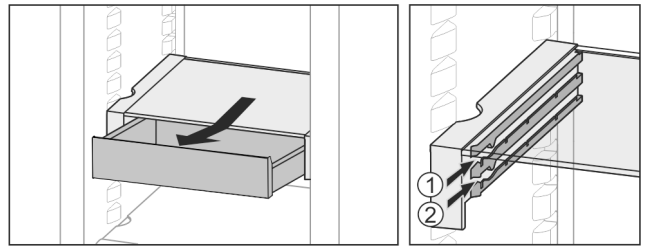

Fig. 26
- ▶ L'insérer à n'importe quelle hauteur Fig. 26 (1) ou Fig. 26 (2).